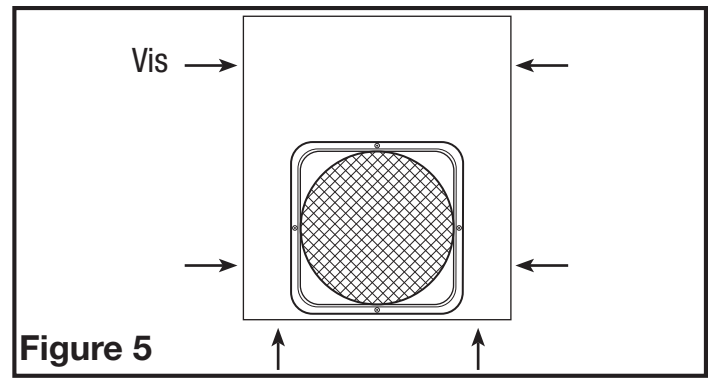

Figure 5
8. Connectez l'unité de chauffage à l'unité principale en utilisant les 6 vis fournies. Il y a deux vis de chaque côté de l'unité principale (**Figure 5**).